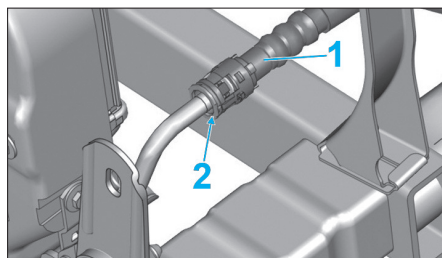

Fig. 23
- Déverrouiller le tuyau de retour (1) en (2) (Fig.23).